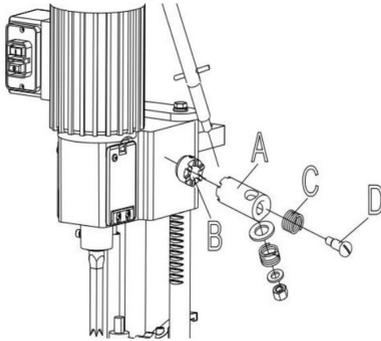

Fig. 2
1. Assembler le moyeu de l'ensemble de poignée (A) Fig. 2, à l'extrémité de l'arbre du pignon (B) et fixez la poignée à l'arbre du pignon à l'aide d'une vis spéciale (C) et d'un ressort (D).